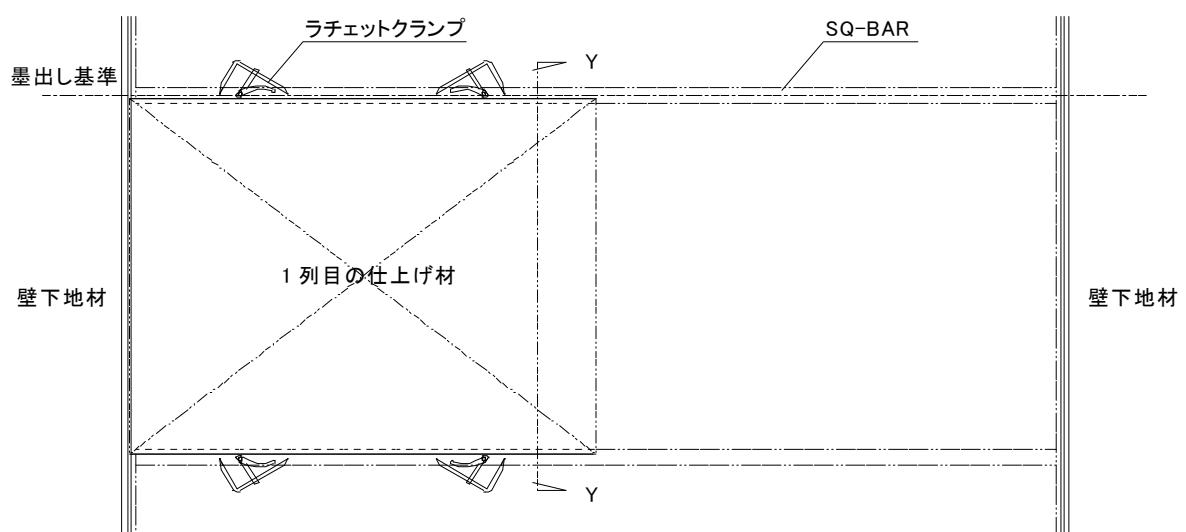

図 3-1-2 1列目の仕上げ材の取付け(平面図)
- 1) 墨出しした SQ-BAR を基準に 1 列目の仕上げ材の下地固定バーをラチェットクランプで仮に保持する。(図 3-1-2 参照)